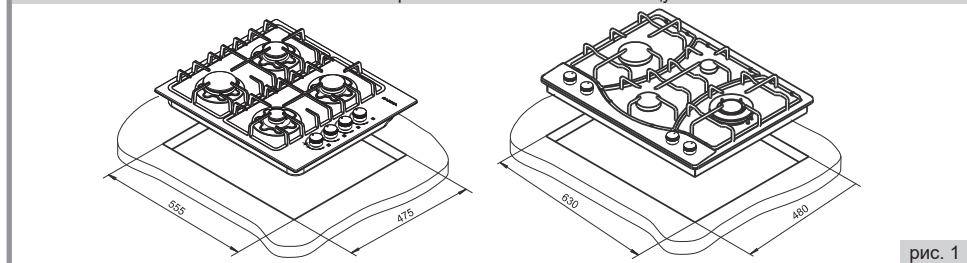

рис. 1
■ Выполнить в столешнице вырез с размерами 630x480 мм для моделей BGM341 01...04, для остальных моделей – вырез с размерами 555x475 мм (рис.1) и проверить входимость панели в вырез столешницы.